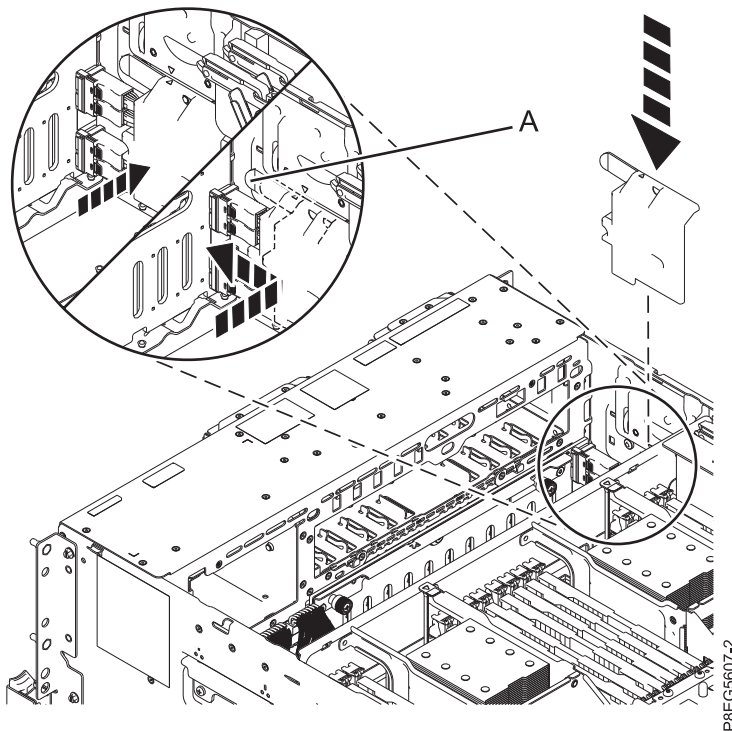

Figure 11. Remise en place du cache du câble SAS
7. Remettez le cache du câble SAS en place. Placez les emplacements du cache dans les broches situées sur le côté du châssis. Lorsque les emplacements du cache et les broches sont correctement alignés, le symbole en forme de triangle situé sur le cache du câble SAS s'aligne avec celui qui se trouve sur le côté du châssis. Poussez le cache vers l'avant du système jusqu'à ce que la poignée (A) s'enclenche. Voir figure 11.